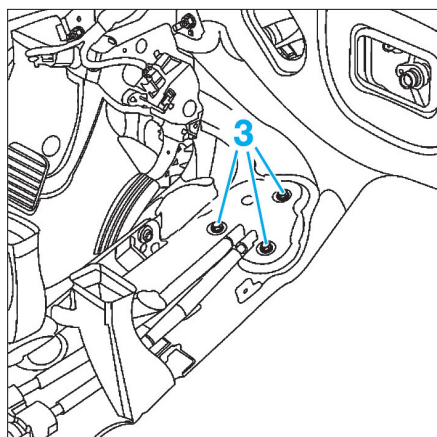

FIG. 11
- Déposer les vis (3) du joint de tunnel (Fig.11)